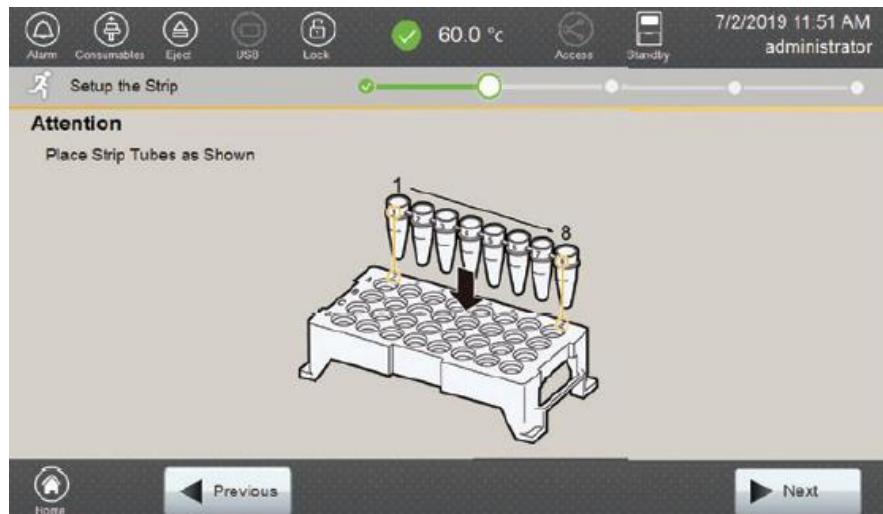
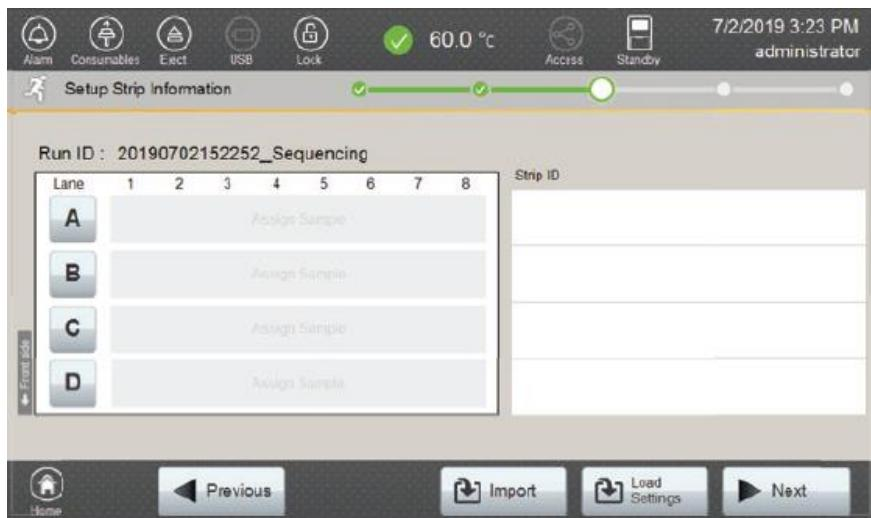
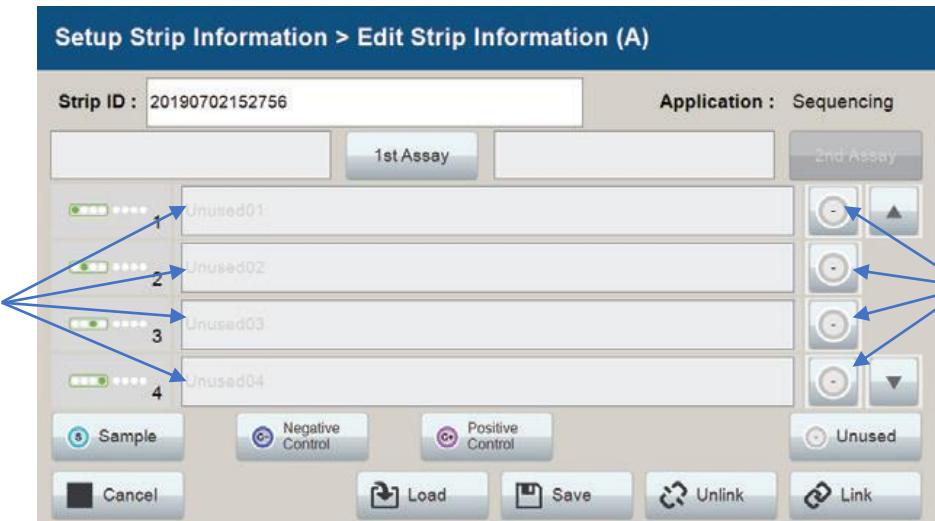

図 80 Setup the Strip 画面
図 81 Setup Strip Information 画面
図 82 Edit Strip Information 画面
3. **Next** を選択し、サンプルカートリッジにストリップをセットするためのメッセージ画面に進みます。(図 80)
4. メッセージ画面に従って、サンプルカートリッジにストリップチューブをセットし (図 80)、**Next** 選択して Setup Strip Information 画面にアクセスします。(図 81)
- b. Setup Strip Information 画面は、Sample Information と Strip ID の2つのセクションに分かれています。サンプルカードトリッジ内のストリップの位置に対応したレーン (A,B,C,D) のアイコンを選択し、ストリップ内のサンプルの名前を入力してください。選択したレーンの Edit Strip Information 画面 (図 82) が開きます。
Setup Strip Information (図 81) 画面で希望するレーン (A,B,C,D) を選択すると、そのレーンの Strip ID、Run assay、sample name、sample type を指定するフィールドが Edit Strip Information 画面 (図 82) に表示されます。ストリップの各ウェルは画面の左側に表示されます。ストリップの最初のインジェクションセット (ウェル 1-4) が画面に表示されます。画面右側の矢印で、次のインジェクションセット (ウェル 5-8) にスクロールできます。ストリップ情報は、以下のようにこの画面から手動で入力するか、保存された記録からロード/インポートすることも可能です。